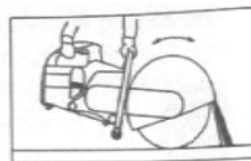

Fig 2
4. Verificarea masinii de taiat portabila înainte de folosire: I. Asigurați-vă că nu există obiecte libere pe dispozitiv sau lângă acesta. II. Cu excepția șuruburilor de reglare a carburatorului, toate celelalte bolțuri, piulițe, șuruburi și capacul rezervorului de combustibil trebuie strânse bine. Asigurați-vă că toate tuburile din cauciuc pentru trecerea uleiului sunt strânse bine și că nu există pierderi. III. Asigurați-vă că discul se rotește uniform, că șnurul demaror poate fi tras și orientat spre spate fără a se incurca. IV. Asigurați-vă că maneta acceleratorului, butonul de blocare completă a acceleratorului, mânerul clapetei de aer, supapa de decompresie și butonul de oprire de urgență funcționează toate bine. V. Asigurați-vă că apărătoarea discului nu prezintă avarii vizibile. Reglați apărătoarea după cum ve nevoie, astfel încât scânteele generate în timpul tăierii să fie direcționate departe de operator (ref. Fig. 2).